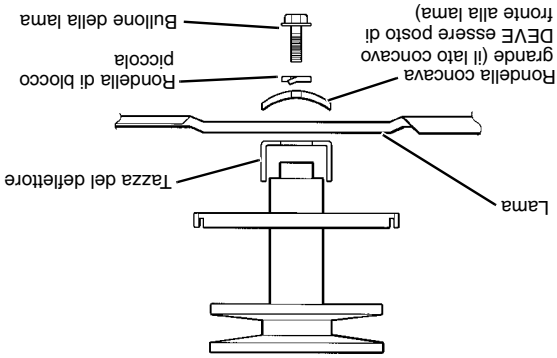

FIGURA 19
- Rimontare le parti e la tazza del deflettore nell'ordine indicato (vedere FIGURA 19).